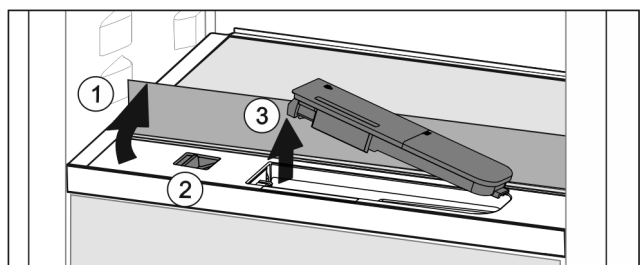

Fig. 48
- ▶ Поднять стеклянную панель и откинуть до упора назад Fig. 48 (1).
- ▶ Сдвиньте ползунок Fig. 48 (2) влево.
- ▶ Вынуть бак для воды Fig. 48 (3).